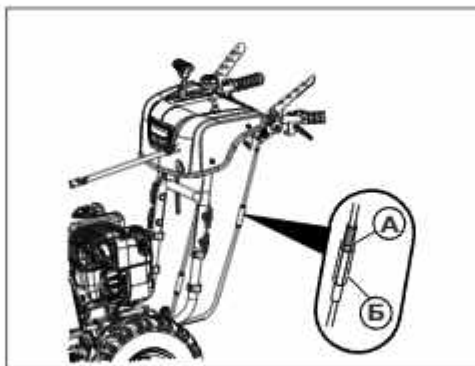

Рис. 41
2. Одним гаечным ключом зафиксируйте регулировочную гайку (рис. 41, поз. Б), другим ослабьте контргайку (рис. 41, поз. А).
3. Отпустите рычаг рулевого управления. Поворачивайте регулировочную гайку (рис. 41, поз. Б) против часовой стрелки или по часовой стрелке до тех пор, пока трос не натянется. Не затягивайте его слишком сильно. Функция управления будет активирована только при расцепленном рулевом управлении.
4. Отрегулировав, зафиксируйте регулировочную гайку (рис. 41, поз. Б) и затяните контргайку (рис. 41, поз. А).